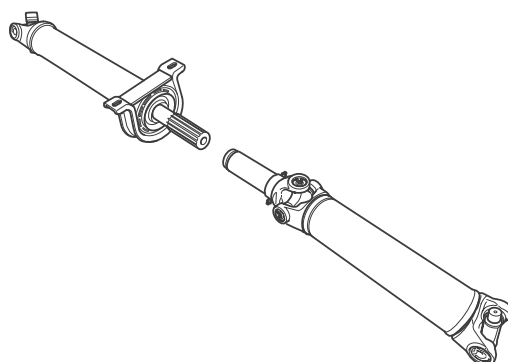

Figura 8.18
2. Tire y separe las secciones del yugo y del eje deslizante. Figura 8.18.